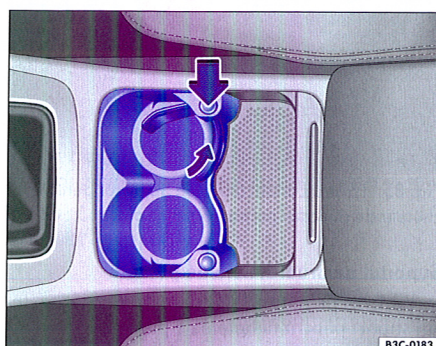

Fig. 88 Suportul pentru pahare din consola centrală față - deschis: Rabatarea suportului
- Apăsați butonul ⇒ fig. 88 (săgeata groasă), pentru a scoate suportul.
- Rotiți suportul înapoi în consolă ⇒ fig. 88 (săgeata mică). Suportul trebuie să se fixeze.